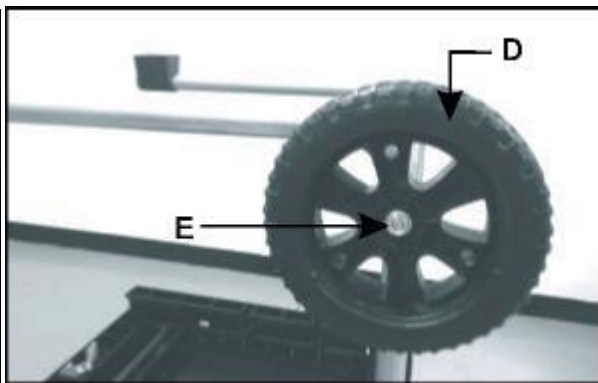

Fig. 1C
2. Montare le ruote (D) e serrare inizialmente a mano il dado (E). (Fig. 1C)